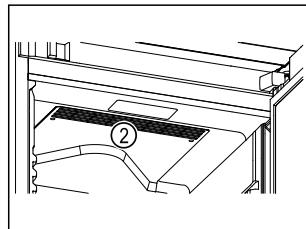

Fig. 65
- No obstruir la ranura de ventilación Fig. 65 (2) del ventilador de recirculación de aire del interior.